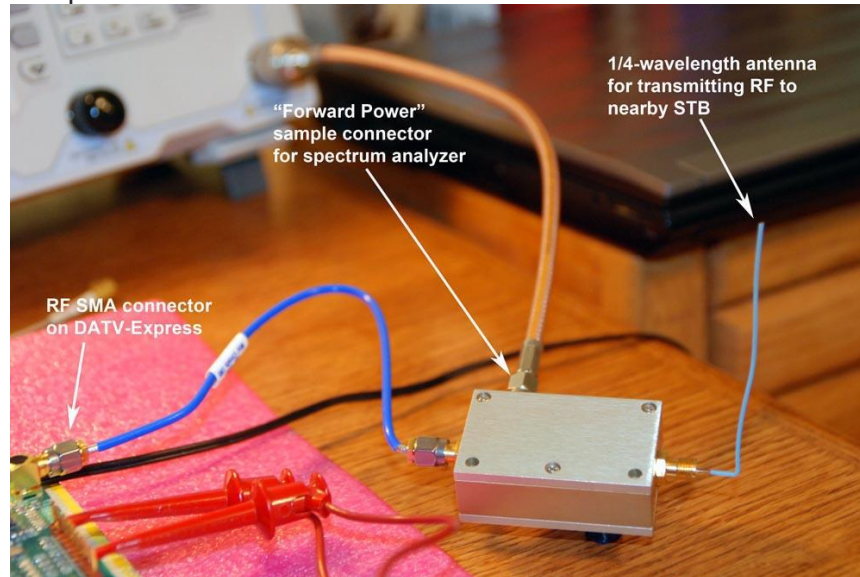

Figure 16 - un "coupleur directionnel" UHF prélève une certaine quantité d'énergie RF pour l'analyseur de spectre (cette antenne est pour la bande 1,2 GHz)
- Mise en place (A) d'un SetTopBox (STB) comme récepteur DVB-S/S2 avec tous les paramètres DVB nécessaire pour la réception. Alternativement, vous pouvez simplement regarder un analyseur de spectre (B) ou (C) en utilisant un «splitter» RF ou un coupleur directionnel UHF, pour répartir la sortie RF de la carte entre l'analyseur de spectre et l'antenne pour être reçue par le récepteur proche.
- Si vous allez utiliser un STB ou un récepteur à proximité pour afficher la vidéo, connectez ensuite un autre petit morceau de fil plié pour agir comme une antenne verticale d'un quart d'onde pour le récepteur (voir Figure 16).